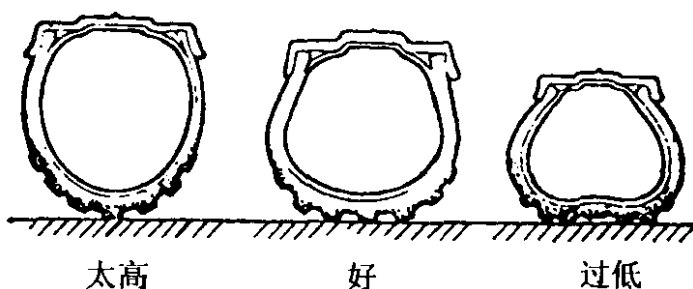

图 1-1 检查轮胎气压
(3) 检查转向装置是否灵活且有无松动现象。
(4) 检查轮胎气压是否合适,如图 1-1 所示。